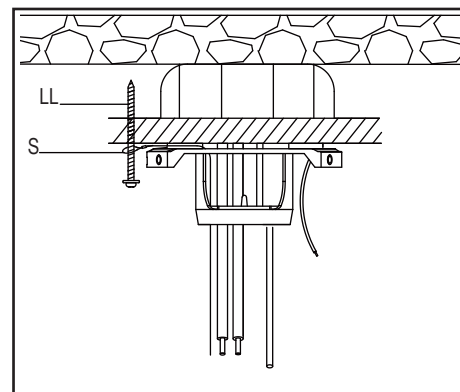

Figura 13
1. Enrosca el tornillo para madera (LL) (no incluido) en el cielo raso.
2. Coloca el extremo en bucle del cable de seguridad (S) sobre el tornillo para madera y asegúralo firmemente, o conecta el cable de seguridad directamente a la caja eléctrica. (Figura 13)